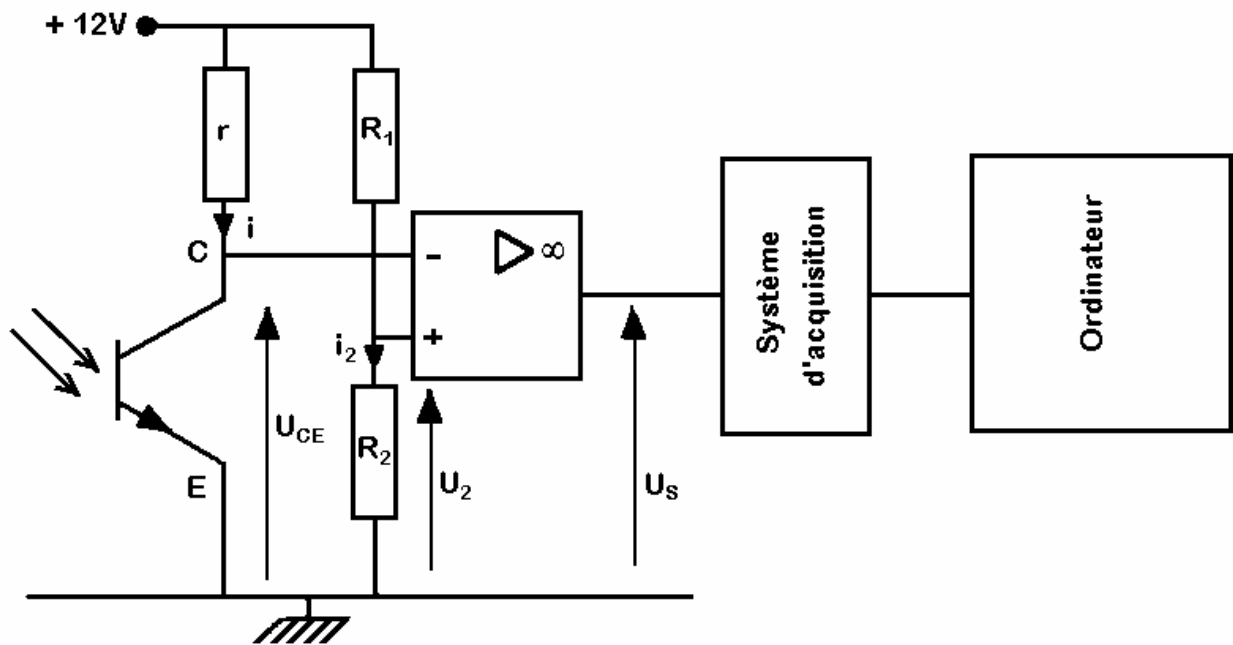
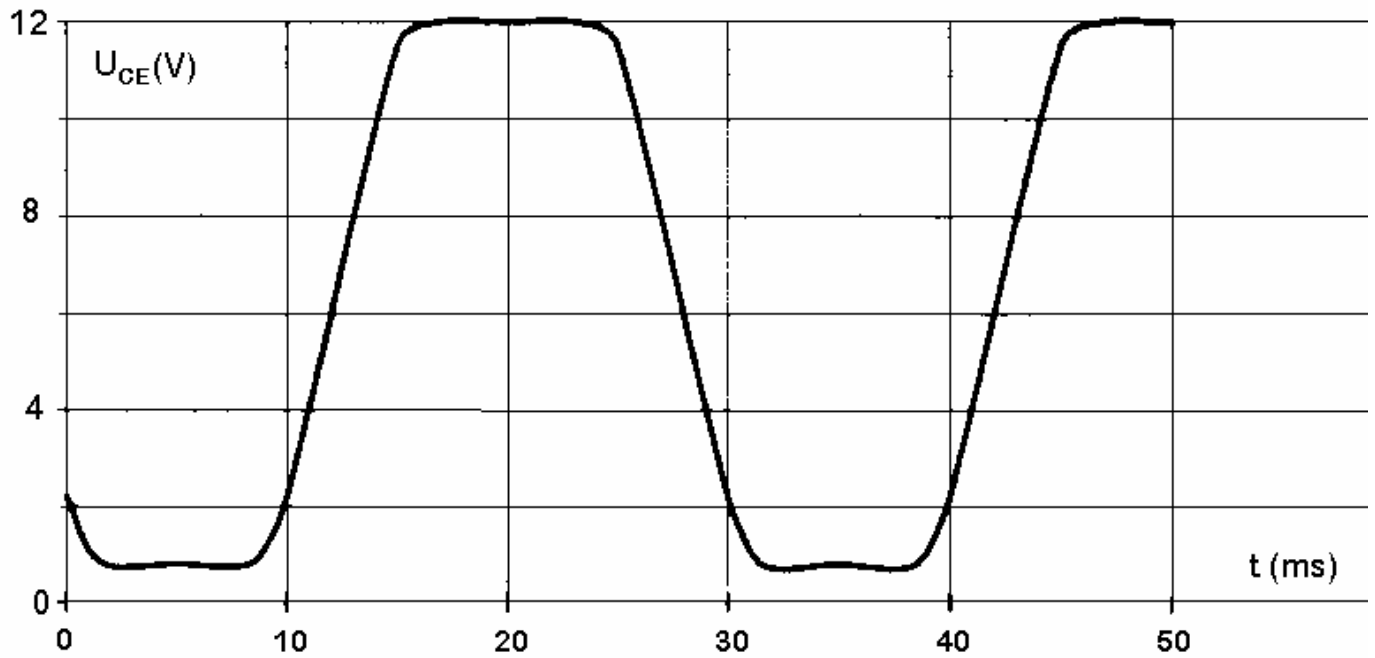

Figure 4
Figure 6
Pour mesurer la fréquence de rotation du moteur, on utilise un capteur de vitesse relié au système d'acquisition de données d'un ordinateur : voir figure 4 page 6.
- 1/** On a relevé la tension U_{CE} représentée sur le document-réponse, figure 6 page 7. Calculer la valeur maximale de l'intensité du courant qui traverse la résistance r du montage de la figure 4 page 6. On donne $r = 1,2 \text{ k}\Omega$.